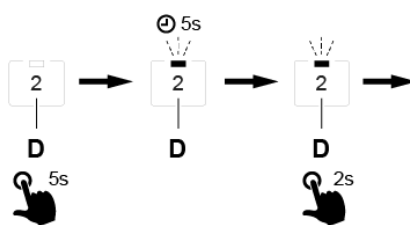

Fig.3
- För att programmera om funktionsläget till variant 2, håll in knapp D i fem sekunder. Se Fig.3. Släpp knappen när dioden börjar blinka.